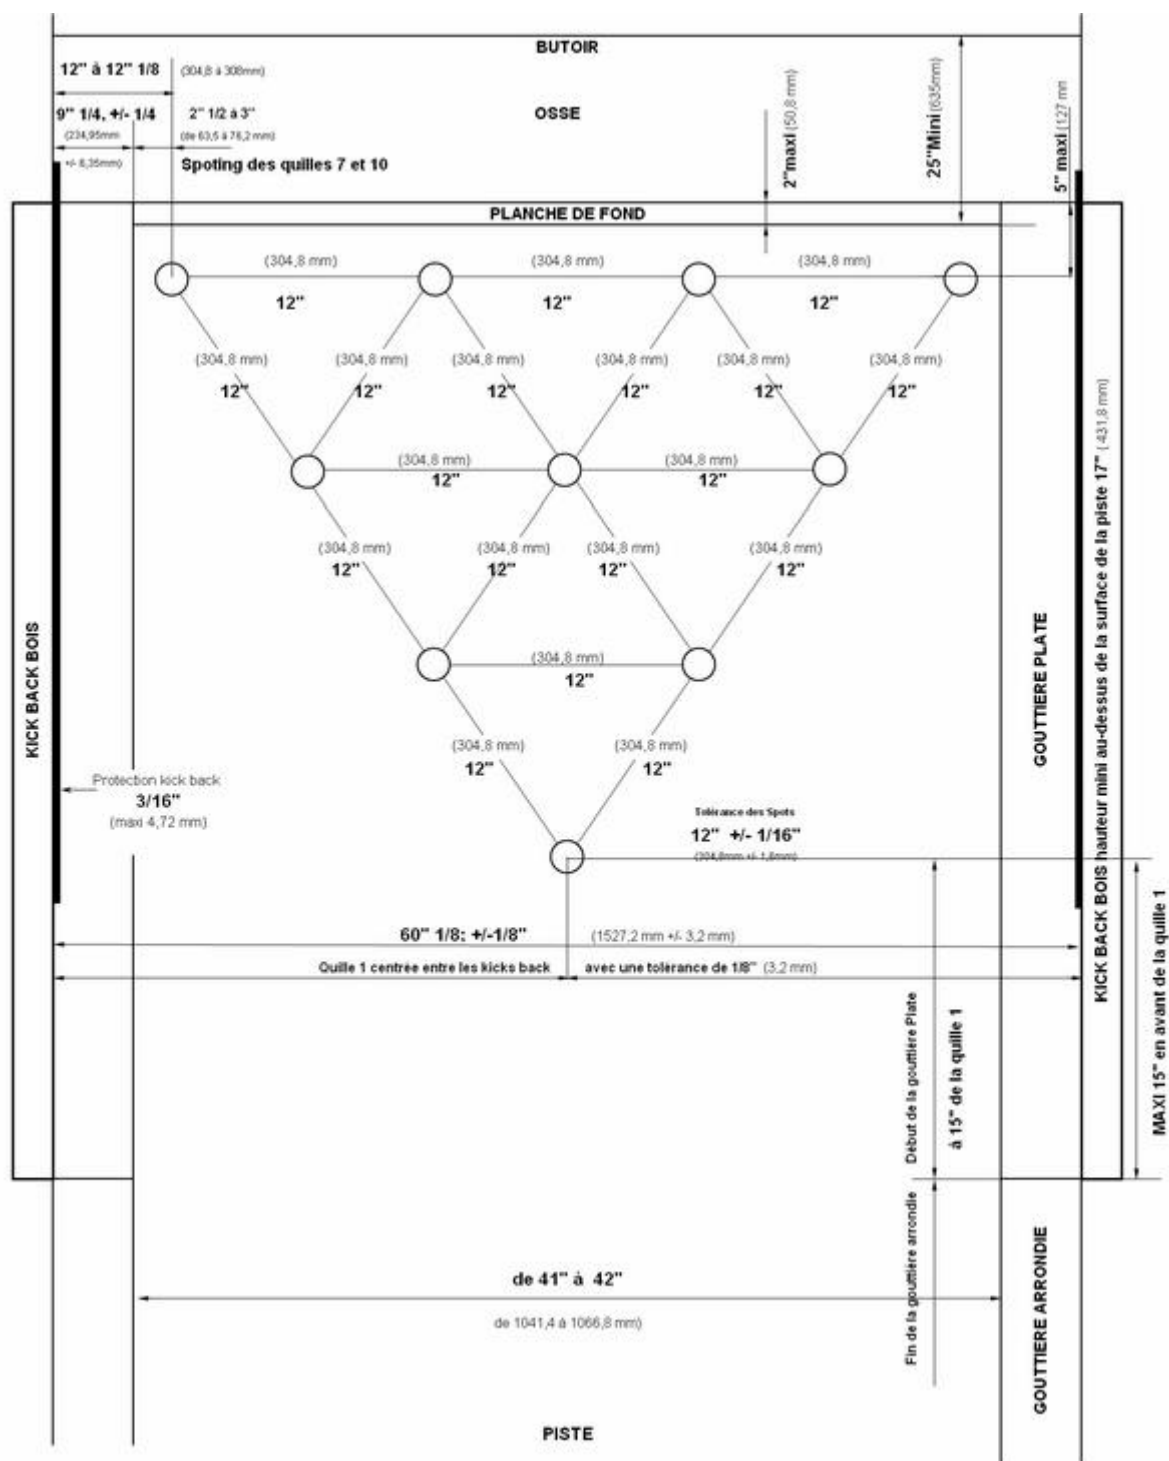
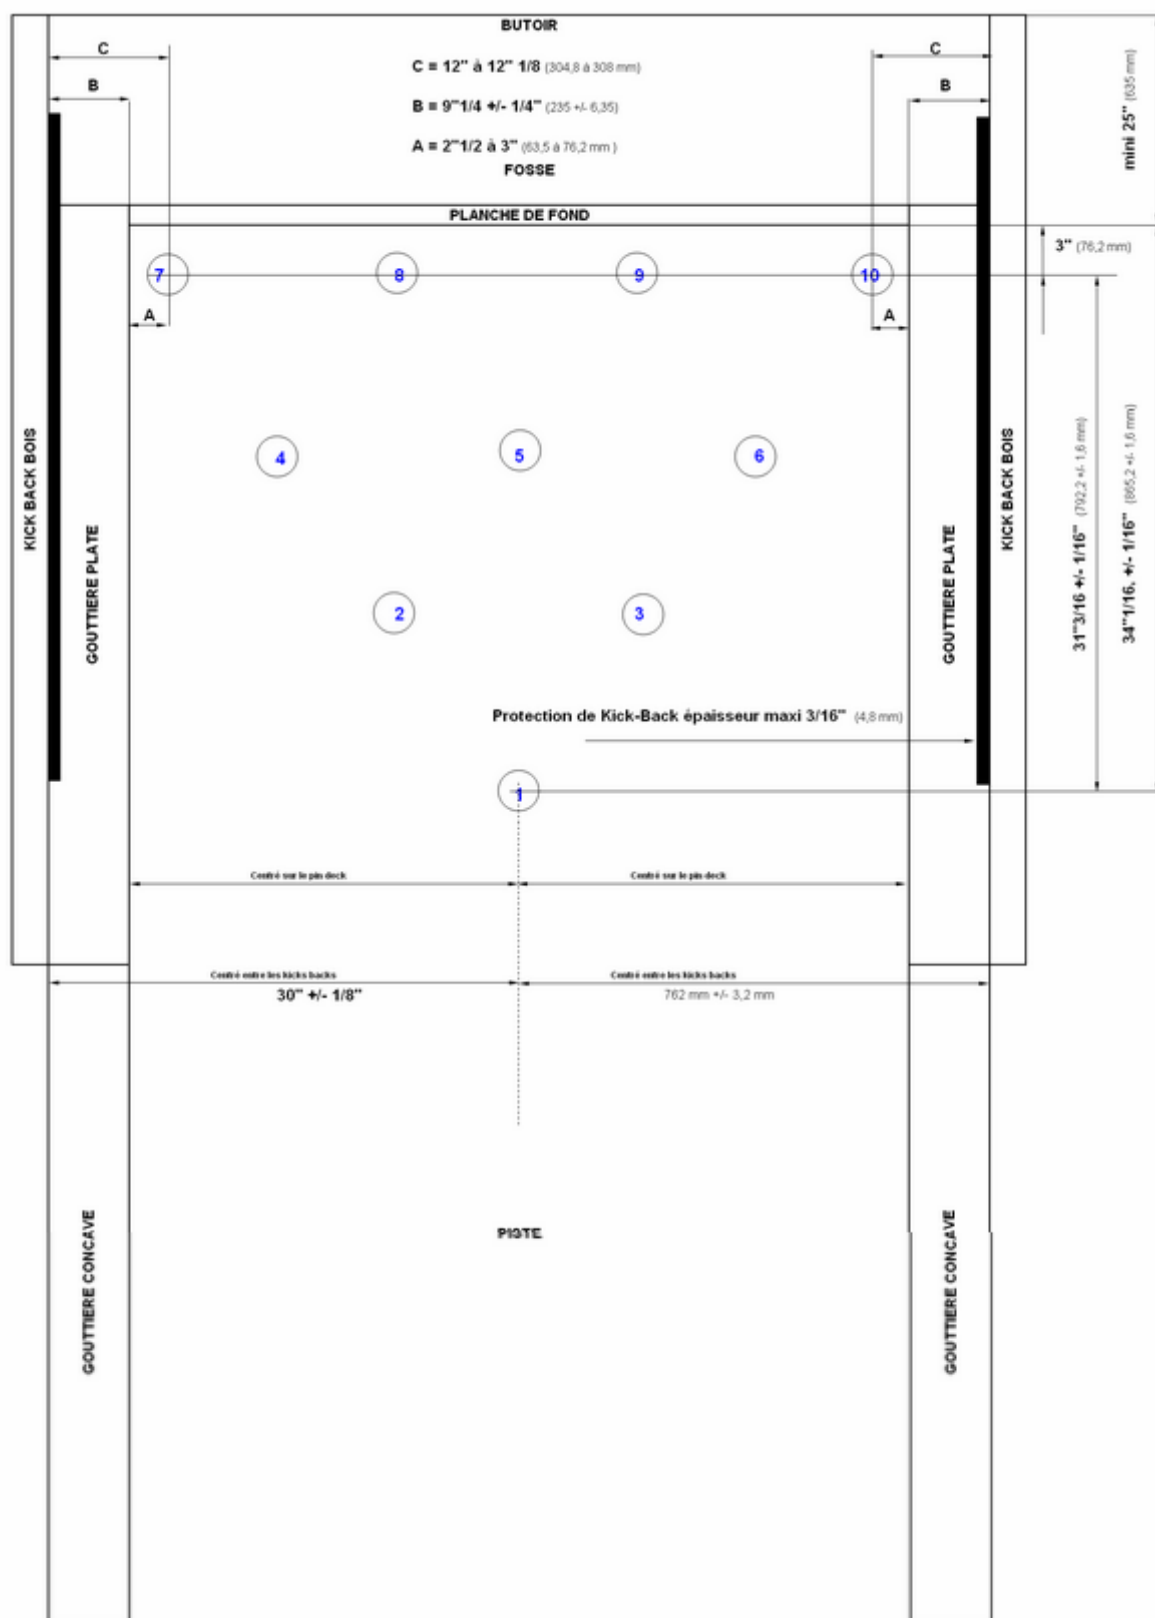

Figure 2 - Pin deck
Figure 3 - Pin deck
1.1.6 Pin-deck (fig.2 et fig.3)
1.1.10 *Emplacements des quilles ou Spotting (fig. 2)*
1.1.12 *Kickbacks (fig 2 et fig 3)*
1.1.13 *Plaques de protection des Kickbacks (fig. 2)*
1.1.14 *Fosse (fig. 3)*
1.1.15 **Pare-chocs** (fig. 3)